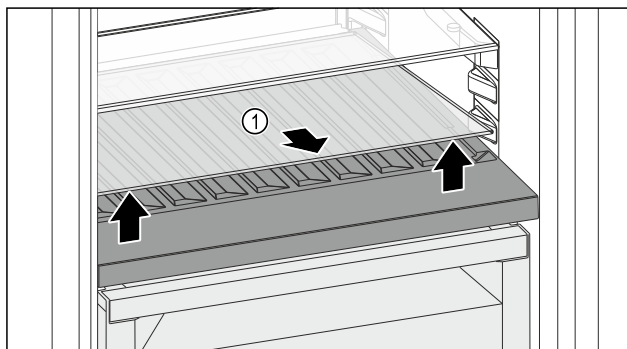

Fig. 142
- ▶ Podnieść płytę szklaną Fig. 142 (1) z przodu przy zagłębieniu i wyciągnąć.
- ▶ Przechować płytę szklaną Fig. 142 (1) w bezpiecznym miejscu poza urządzeniem.